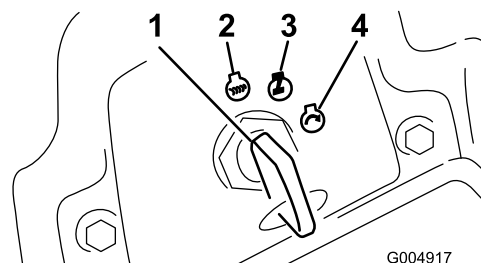

Figura 44
6. Gire la llave de contacto a la posición Marcha (Figura 44).
4. Gire la llave de contacto a la posición de Desconectado (Figura 44). Espere a que se detengan todas las piezas en movimiento antes de abandonar el puesto del operador.